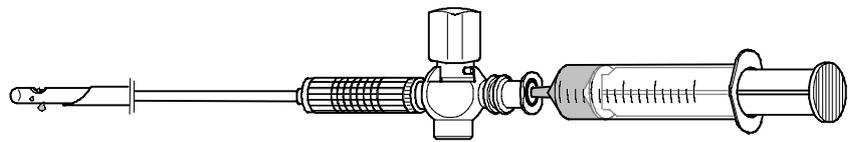

Рис. 1
- ▶ При этом следите за тем, чтобы во время промывки промывочный раствор не попадал за пределы области промывки. (рис. 1)